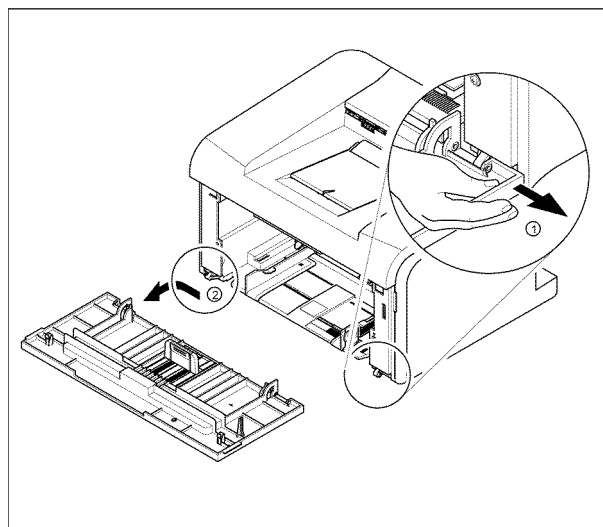

Рисунок 2
2. Аккуратно согните правую петлю на передней крышке в направлении стрелки, и снимите крышку, рисунок 2.